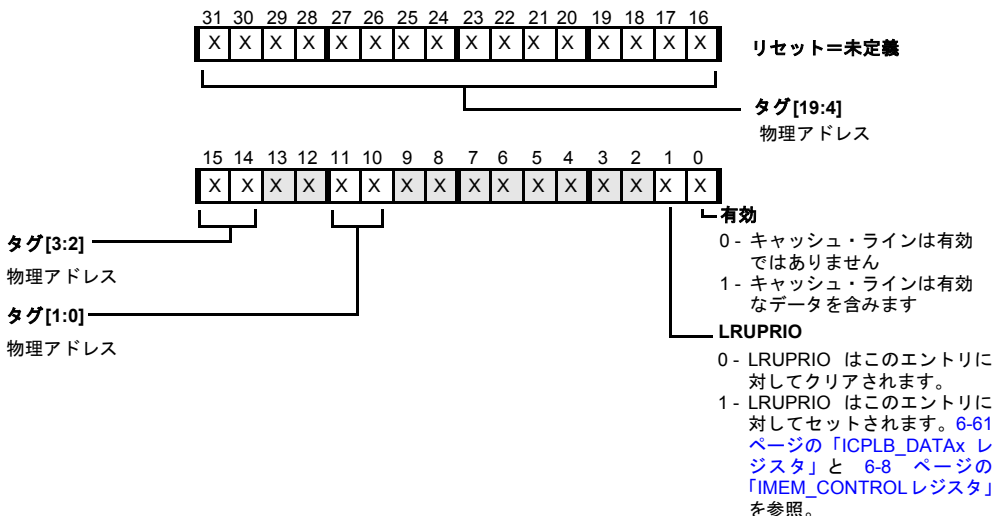

図 6-11. 命令テスト・データ 0 レジスタ
- 6-27 ページの図 6-11 「命令テスト・データ 0 レジスタ」